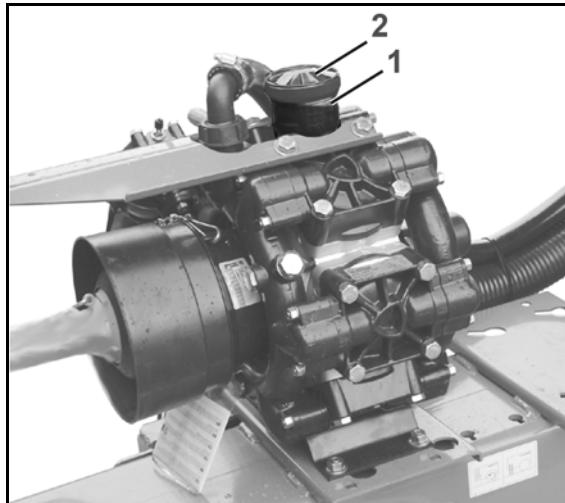

Fig. 190
1. Oljenivået skal være synlig i markeringen (Fig. 190/1) når pumpen står stille i vannrett stilling.
2. Lokket (Fig. 190/2) tas av og olje fylles på når oljenivået ikke er synlig i markeringen (Fig. 190/1).
2. Ta av lokket (Fig. 190/2).
5. Inngangsakselen dreies vekselvis mot høyre og venstre samtidig som det fylles langsomt på olje. Den korrekte oljemengden er påfylt når oljen er synlig i markeringen (Fig. 190/1).